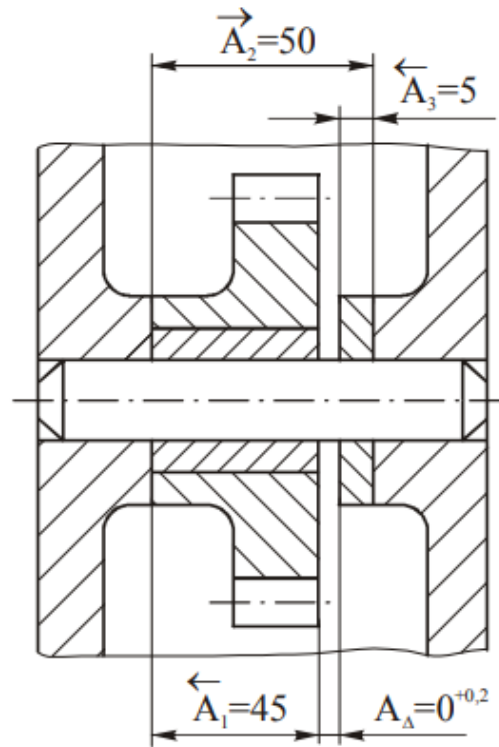

Рисунок 1 — Размерная цепь механизма
Затем найденные указанным образом допуски составляющих звеньев корректируют с учетом сложности достижения точности каждого составляющего звена. В итоге стремятся снизить затраты на изготовление изделия. Для рассматриваемого примера (рис. 1)^
1. Задаемся значениями коэффициента риска  $t_{\Delta}$  и среднего квадратического отклонения  $\lambda_i$ . Для рассматриваемого примера (рис.1) примем, что риск  $P = 1\%$ , при котором  $t_{\Delta} = 2,57$  (табл. 7). Считая, что распределение размеров составляющих звеньев соответствует закону Гаусса, берем  $\lambda_i = 1/9$ .
В таблице 7 сопоставлены результаты расчетов допусков и предельных отклонений составляющих звеньев рассматриваемой размерной цепи (рис.1), выполненных методом полной и неполной взаимозаменяемости. Видно, что метод неполной взаимозаменяемости по сравнению с методом полной взаимозаменяемости позволяет даже для коротких размерных цепей значительно увеличить допуски составляющих звеньев. Экономический эффект от использования метода неполной взаимозаменяемости вместо метода полной взаимозаменяемости возрастает с уменьшением допуска замыкающего звена и увеличением числа звеньев размерной цепи.